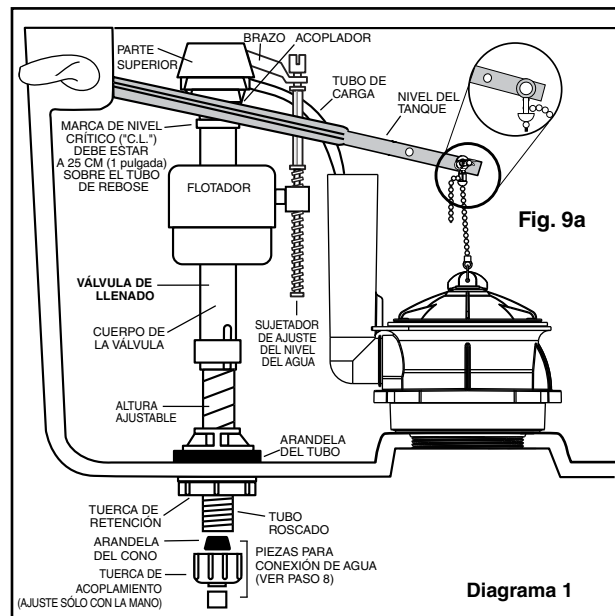

Fig. 9a
b. Si la taza no realiza la descarga, puede ser necesario ajustar la cadena de elevación. Simplemente saque la cadena de cuentas de la pinza de retención (ver Fig. 9A), acorte lo que queda flojo de la cadena y vuelva a insertarla en la varilla de elevación. Asegúrese que la cadena no quede demasiado tirante.